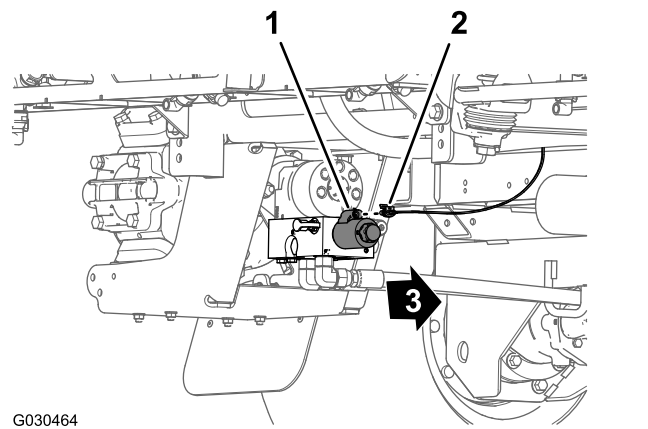

Figura 27
6. Na traseira da máquina — suporte interior da bomba de pulverização, desligue o conector de 2 tomadas da cablagem traseira principal do conector de 2 pinos do relé para a bomba (Figura 27).